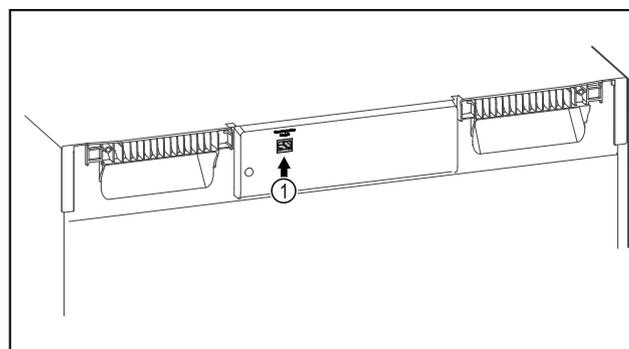

Fig. 86
- SmartModule Fig. 86 (1) inserito.